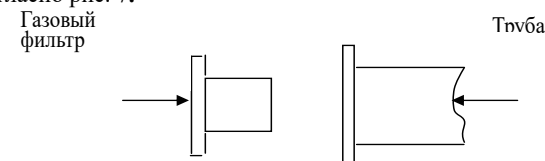

Рис. 7
**Перед присоединением к газовой сети,** установить газовый фильтр во внутреннюю полость трубы, согласно рис. 7.